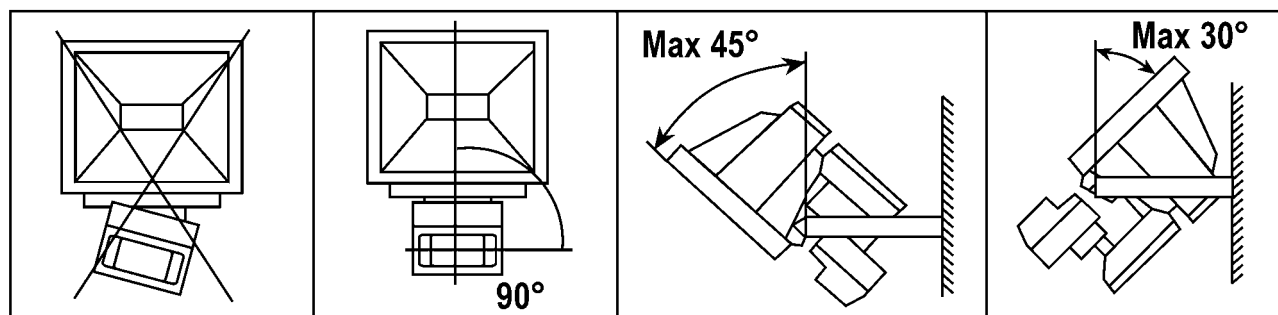

рис.5
1. *Освещение различных помещений, т.е. автоматическое включение/выключение освещения в подъездах, складах, квартирах (домах), хозяйственных дворах и фермах.* Для этого, в зависимости от ситуации, можно применить как вышеописанные комплекты ИК-датчиков с прожекторами, так и отдельно продаваемые датчики. Стоимость комплекта (датчика с прожектором) с галогеновой лампой мощностью 150 Вт – \$8–14, а с лампой 500 Вт – \$12–18. Устанавливают комплект на неподвижных объектах на высоте 2,5...4,5 м (рис.4). Рекомендуемые и допустимые наклоны комплекта согласно инструкции показаны на рис.5.